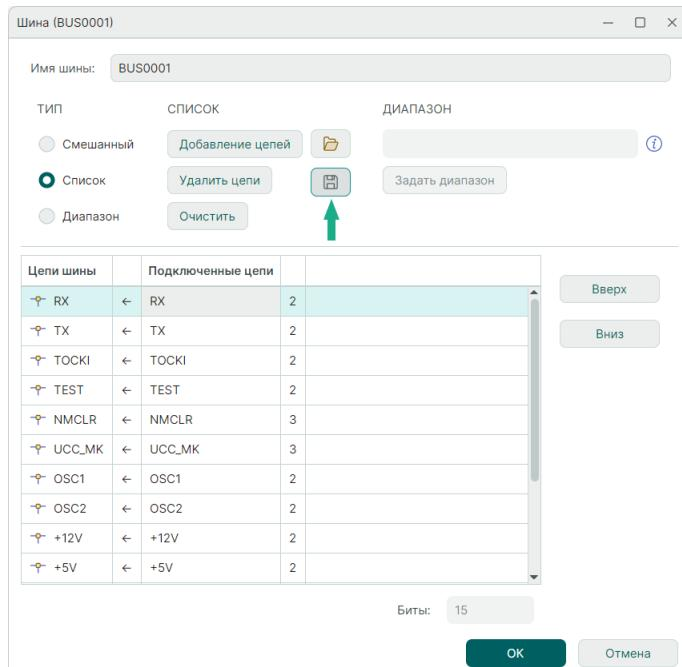

Рис. 180 Экспорт списка цепей шины
- 4) В поле «Список» нажмите на символ  , см. Рис. 180. Список цепей шины будет сохранен в текстовый файл полностью.